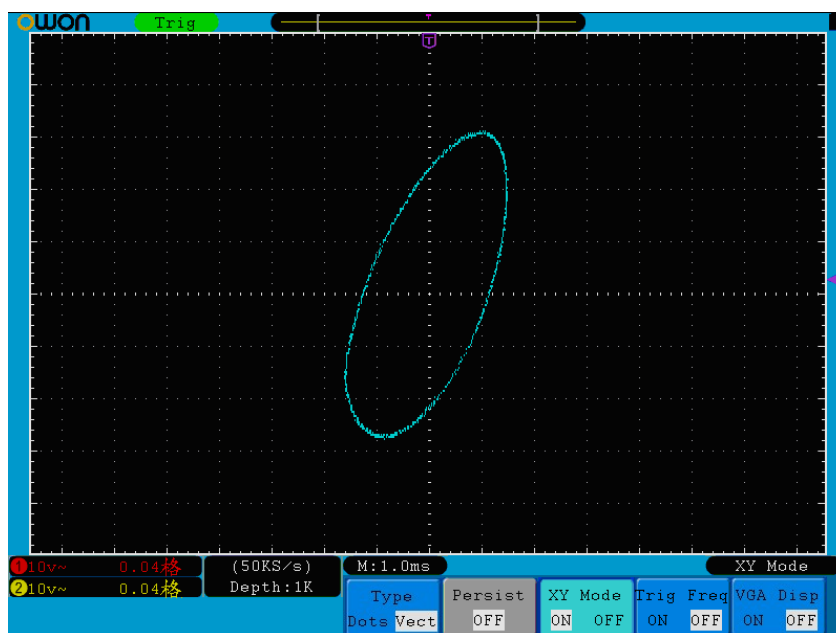

Figure 5-32 Mode affichage XY
- Appuyer sur le bouton de sélection menu **H3** pour régler le mode XY **ON**. Le format d'affichage est changé en mode XY (voir *Figure 5-32*).